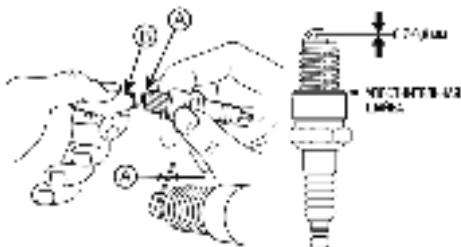

Рис. 19 Проверка зазора между электродами
4. Измерьте зазор А между электродами свечи зажигания специальным щупом В. Зазор А должен быть $0,7 - 0,8$ мм (Рис. 19). При увеличении или уменьшении требуемого зазора, рекомендуется заменить свечу, так как регулировка зазора может привести к изменению качества искрообразования.